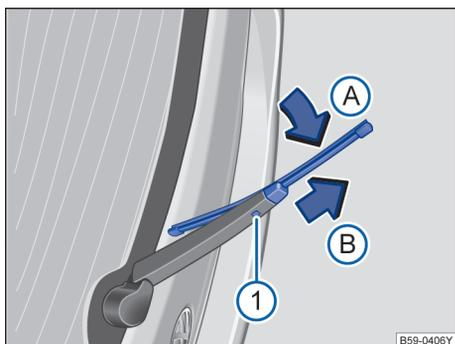

图 196 更换后风窗刮水器刮水片。
- 按住解锁按钮 → 图 196①。
- 将后风窗刮水器刮水片朝刮水器摆臂 → 图 196 (箭头 A) 方向翻转，同时沿箭头方向 B 拔下。会因此需要用较大的力量。